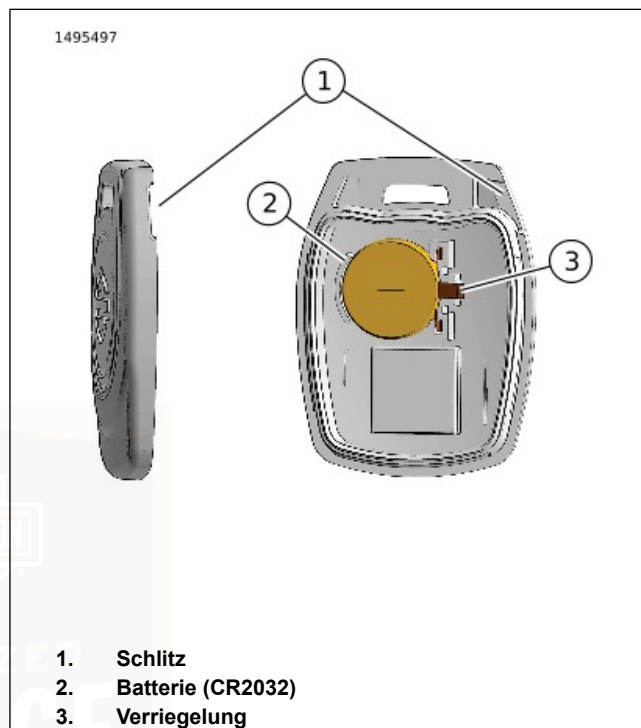

Abbildung 23. Schlüsselanhängerbatterie austauschen
- Siehe Abbildung 23. Die Seriennummer auf dem Schlüsselanhänger befindet sich auch auf der Innenseite des Schlüsselanhängers.
1. Siehe Abbildung 23. Zum Öffnen des Schlüsselanhängers den Schlitz (1) mit einem dünnen Gegenstand drehen.
2. Die Batterie (2) herausnehmen und gemäß den örtlichen Bestimmungen entsorgen.